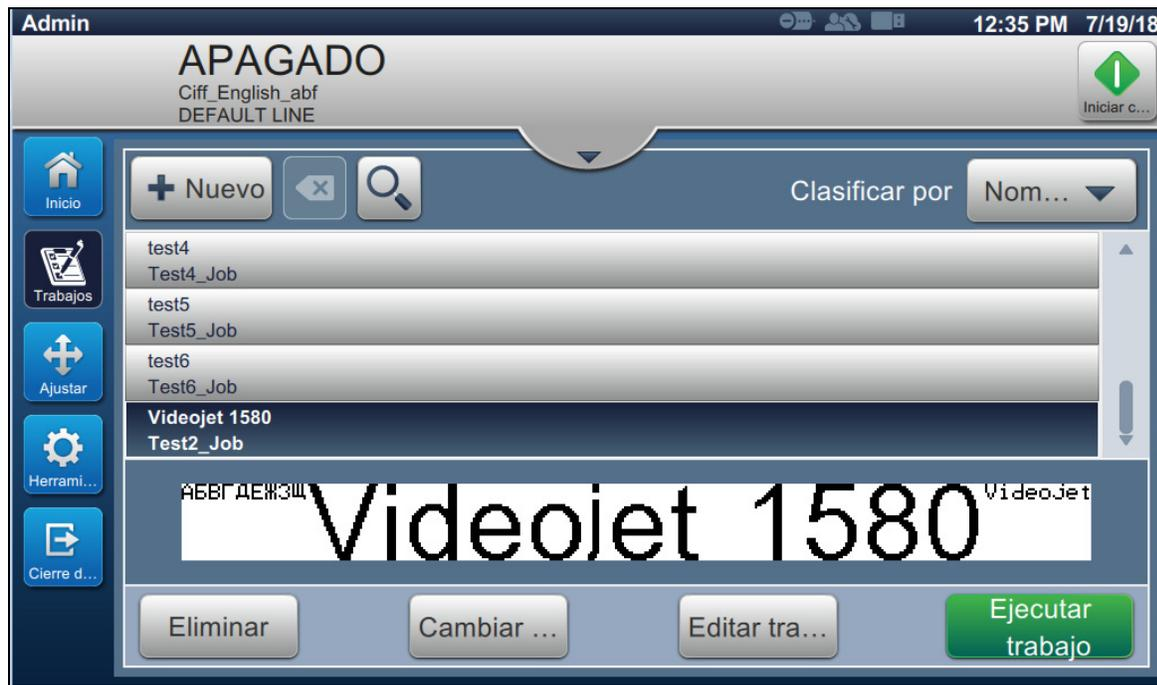

Figura 5-1. Pantalla Lista de trabajos
1. Pulse el botón  para abrir la pantalla Lista de trabajos, como se muestra en la Figura 5-1.